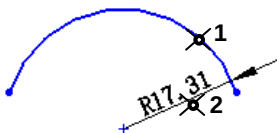

图 2.9.8 半径的标注
Step3. 单击位置 1 选择圆上一点，然后单击位置 2 放置尺寸，如图 2.9.8 所示。